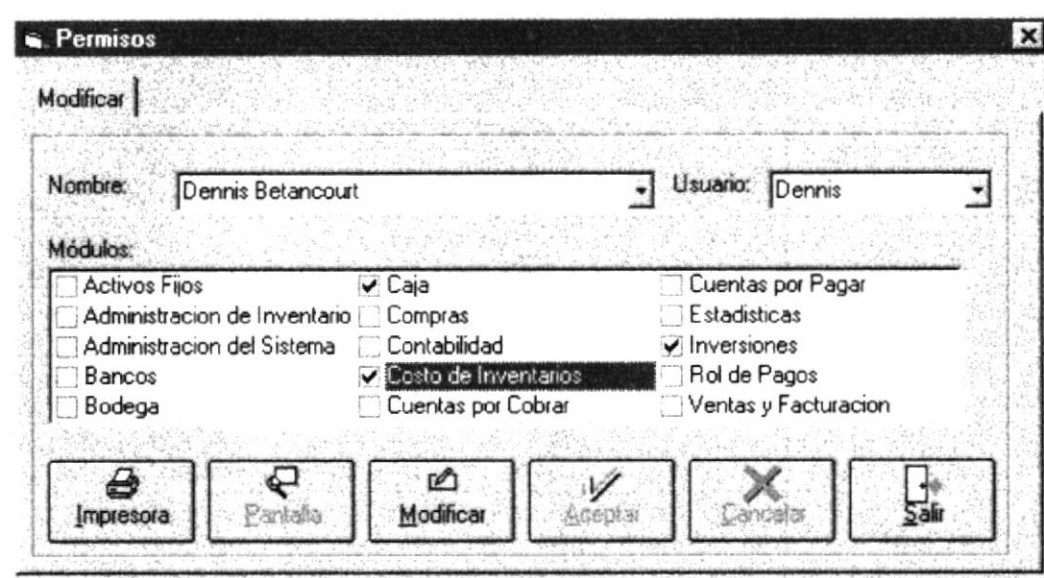

Figura 12.19. Ventana mantenimiento de permisos.
1. Debe hacer click en el menú **Entradas** del menú principal, y elija la opción **Permisos**, si no posee Mouse, debe dirigirse pulsando la tecla **ALT** y la letra subrayada, y con el teclado de cursor o flecha de arriba o abajo, ubíquese en la opción deseada. A continuación se presenta la ventana de mantenimiento de Permisos (Ver Figura 12.19.)